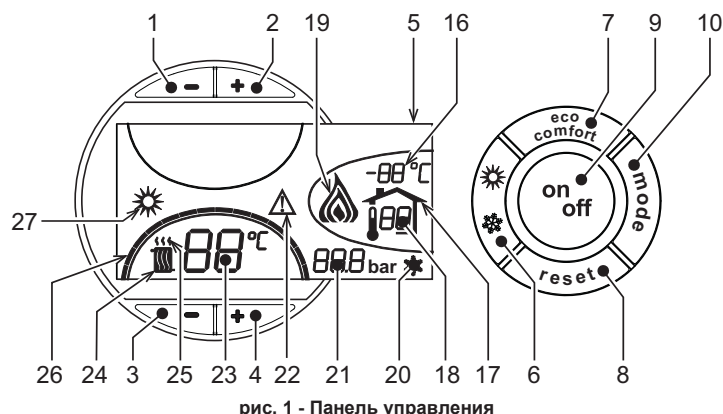
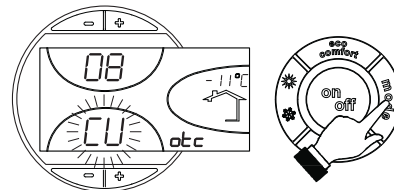
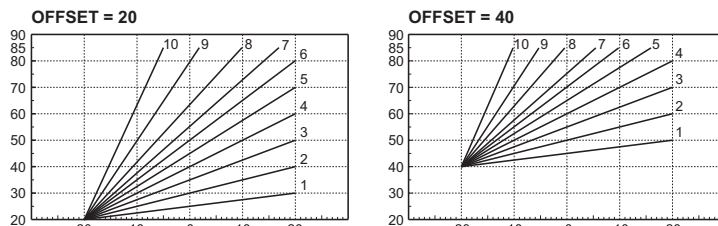

рис. 1 - Панель управления
рис. 9 - Кривая погодозависимого регулирования
рис. 12 - Пример параллельного смещения кривых погодозависимого регулирования
Нажмите клавишу on/off (поз. 9 - рис. 1) в течение 1 секунды.
Для повторного включения котла снова нажмите клавишу on/off (поз. 9 рис. 1) в течение 1 секунды.
- Нажмите кнопку ВКЛ/ВЫКЛ (9 - рис. 1)
Нажмите клавишу **Лето/Зима** (поз. 6 - рис. 1) на 1 секунду.
На дисплее высвечивается символ "Лето" (поз. 27 - рис. 1). При этом котел будет вырабатывать только воду для ГВС. Остается активной система защиты от замерзания.
Для выключения режима "Лето" вновь нажмите клавишу **Лето/Зима** (Поз. 6 - рис. 1) на 1 секунду.
Температура в системе отопления регулируется в пределах от 30°C до 80°C с помощью клавиш (дет. 3 и 4 -)рис. 1.
Температура в системе ГВС регулируется в пределах от 10°C до 65°C с помощью клавиш (поз. 1 и 2 - рис. 1).
При установке внешнего датчика (опция) на дисплей панели управления (поз. 5 -) выводится рис. 1 текущая внешняя температура, измеряемая этим датчиком. При этом система управления котлом работает в режиме "Плавающая температура". В этом режиме температура воды в системе отопления регулируется в зависимости от внешних климатических условий с тем, чтобы обеспечить максимальный комфорт и экономию энергии в течение всего года. В частности, при увеличении температуры наружного воздуха уменьшается температура подаваемой в систему отопления воды в соответствии с определенной "характеристикой компенсации".
В режиме плавающей температуры величина, заданная с помощью клавиш регулировки отопления (поз. 3 и 4 - рис. 1), становится максимальной температурой воды системы отопления. Рекомендуется устанавливать ее на максимальную величину, чтобы позволить системе выполнять регулировку во всем полезном рабочем диапазоне.
При однократном нажатии на клавишу **Режим** (поз. 10 - рис. 1) отображается фактическая компенсационная кривая (рис. 9), которую можно изменить с помощью **клавиш системы ГВС** (поз. 1 и 2 - рис. 1).
При нажатии **клавиш регулировки температуры отопления**(поз. 3 и 4 - рис. 1) обеспечивается доступ к режиму параллельного изменения кривых (рис. 12), изменяемого с помощью **клавиш системы ГВС**(поз. 1 и 2 - рис. 1).
При повторном нажатии клавиши **Режим** (поз. 10 - рис. 1) осуществляется выход из режима регулировки параллельных кривых.
Если к котлу подключено устройство дистанционного управления с таймером (опция), вышеописанные регулировки производятся в соответствии с указаниями, приведенными в таблице 1. При этом на дисплее пульта управления (поз. 5 - рис. 1) высвечивается температура в помещении, измеряемая устройством дистанционного управления.
Выбор режимов ECO/COMFORT	При выключении режима ГВС с пульта ДУ котел переходит в режим "Эко-поту". В этих условиях клавиша 7рис. 1 - на панели котла отключена. При включении режима ГВС с устройства ДУ с таймером котел устанавливается в режим Comfort. В этих условиях с помощью клавиши 7рис. 1 - на панели управления котла можно выбрать любой из этих двух режимов.